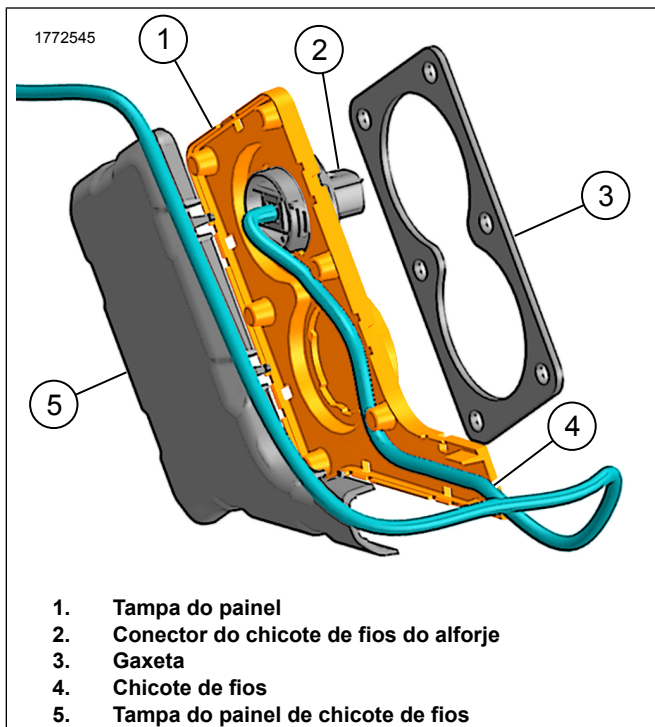

Figura 4. Painel do chicote de fios do alforje (típico)
1. Figura 4 Instale a gaxeta do painel do chicote de fios.
- a. Alinhe os furos e a borda externa da gaxeta (3) com a borda externa do painel de chicote de fios (1).